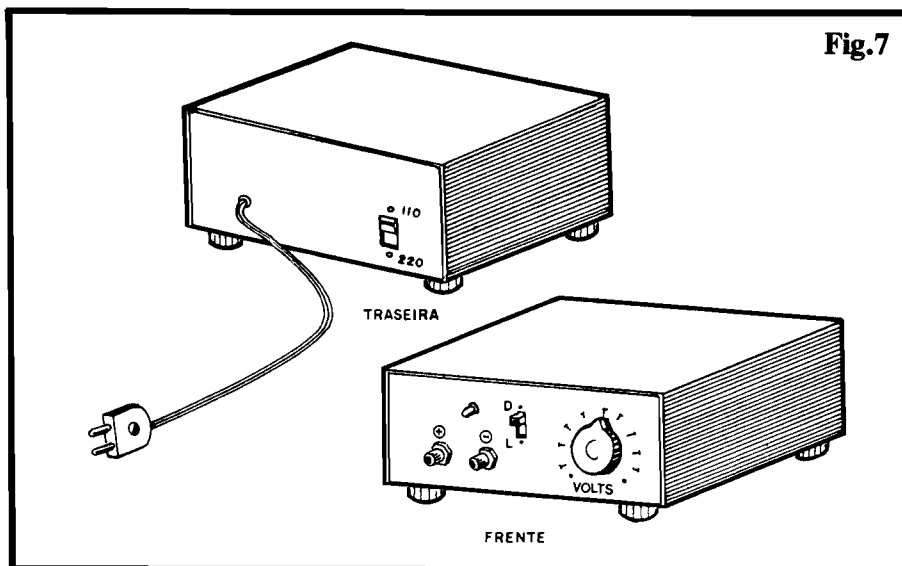

Fig.7
- FIG. 7 - SUGESTÃO PARA A CAIXA FINAL - Como a idéia é produzir um instrumento de bancada, de Laboratório, embora ele deva (por puras razões estéticas...) ser "bonito", elegante, o principal requisito é que seja... PRÁTICO! Assim, uma disposição despojada, direta, como a mostrada, será sempre a melhor... No painel frontal ficam os jaques "banana" de Saída da FREL, o LED piloto, o interruptor geral e (principal controle) o potenciômetro de ajuste da Tensão de Saída, com seu **knob** indicador girando sobre uma escala graduada (**dial**), cujas divisões deverão estar marcadas com os valores de "voltagem" entre 1,5V e 13,5V. Pés de borracha na base darão estabilidade mecânica e segurança física ao instrumento, sobre a bancada... Na traseira ficam a saída do "rabicho" (passando por um ilhós de borracha, e contendo um nó, pelo lado de dentro da caixa, de modo que eventuais e acidentais esforços sobre o cabo não possam romper suas conexões soldadas internas) e a chave de escolha da Tensão da rede local ("110-220").